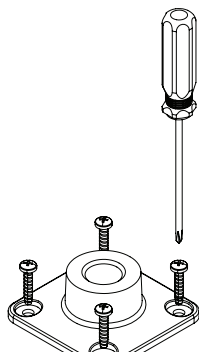

図2
1. 木ねじ(別売)を使用して、木の面に取り付けブラケットを取り付けます。木以外の材質の面に取り付けの場合、材質に対して適切なねじと留め具(別売)を使用します(図2をご覧ください)。